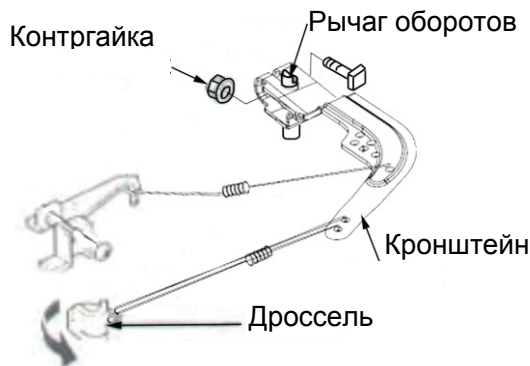

Рис.10. Регулировка рычага управления дроссельной заслонкой
- c. Переместите рычаг регулятора оборотов в тоже положение, что и кронштейн. Закрутите контргайку. См. рис. 10.